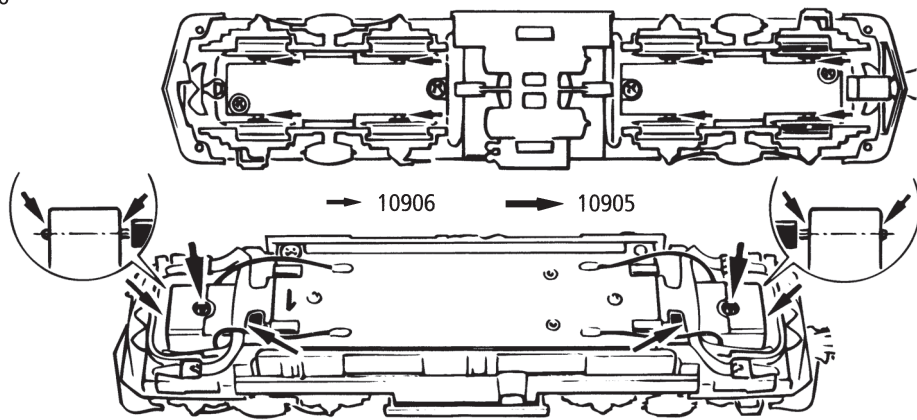

Fig. 7
1. Reinigung der Radstromkontakte: Radstromkontakte können auf unsauberen Schienen leicht verschmutzen. Entfernen Sie **vorsichtig** mit einem kleinen Pinsel **den Schmutz** an den in Fig. 7 gekennzeichneten Stellen.
1. Cleaning of wheel contacts: Wheel contacts easily get dirty on tracks which are not entirely clean. Use a small brush to **remove dirt** from spots marked in fig. 7.
1. Nettoyage des lames de courant aux roues: Les lames de contacts risquent de s'encrasser rapidement sur des voies poussiéreuses. Veuillez **enlever la poussière** aux endroits marqués à la fig. 7 à l'aide d'un petit pinceau souple.